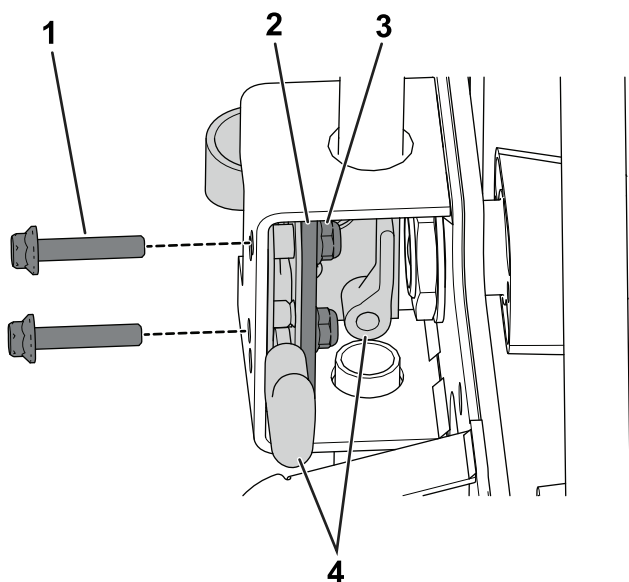

Figura 1
1. Remova os parafusos, placa de suporte e porcas que prendem o conjunto do trinco à montagem do manípulo (Figura 1).
6. Instale o conjunto do trinco na montagem do manípulo utilizando as ferragens que removeu no passo 1; consulte a Figura 1.